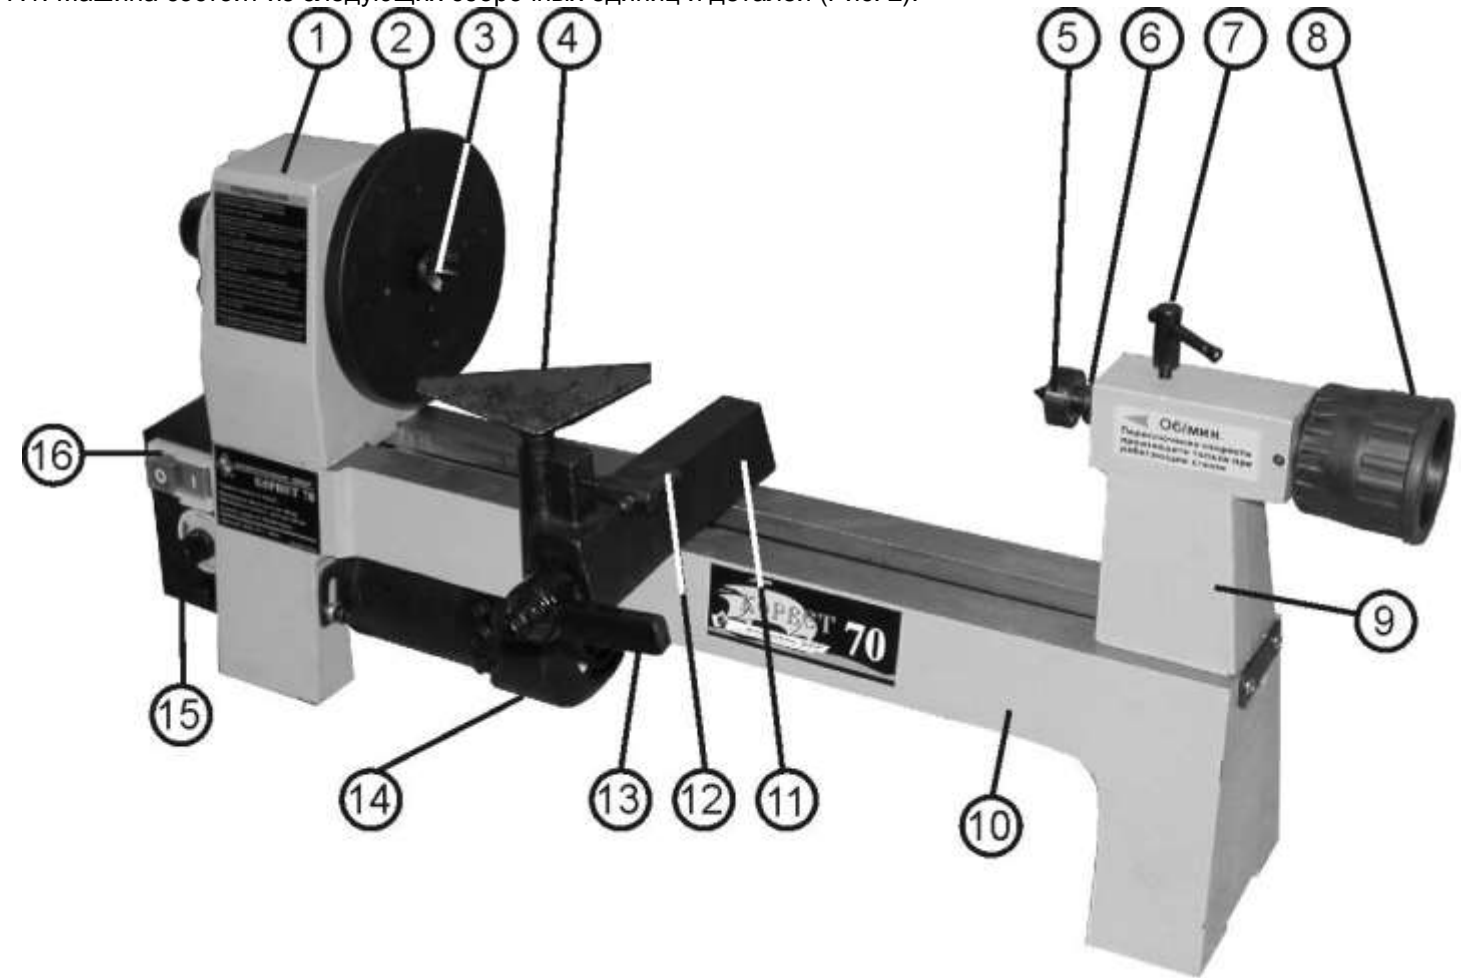

Рис. 2
7.1. Машина состоит из следующих сборочных единиц и деталей (Рис. 2):
9.1. Включение (Рис. 2)
9.2. Регулировка частоты вращения шпинделя передней бабки (Рис. 2)
9.3. Задняя бабка (Рис. 2)
9.4. Резцедержатель (Рис. 2)